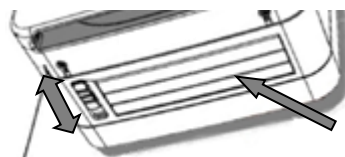

Figura 20
14. Controllare e aprire la griglia inferiore con l'apposita leva (Figura 20) per attivare il ricambio aria con la funzione di recupero calore.